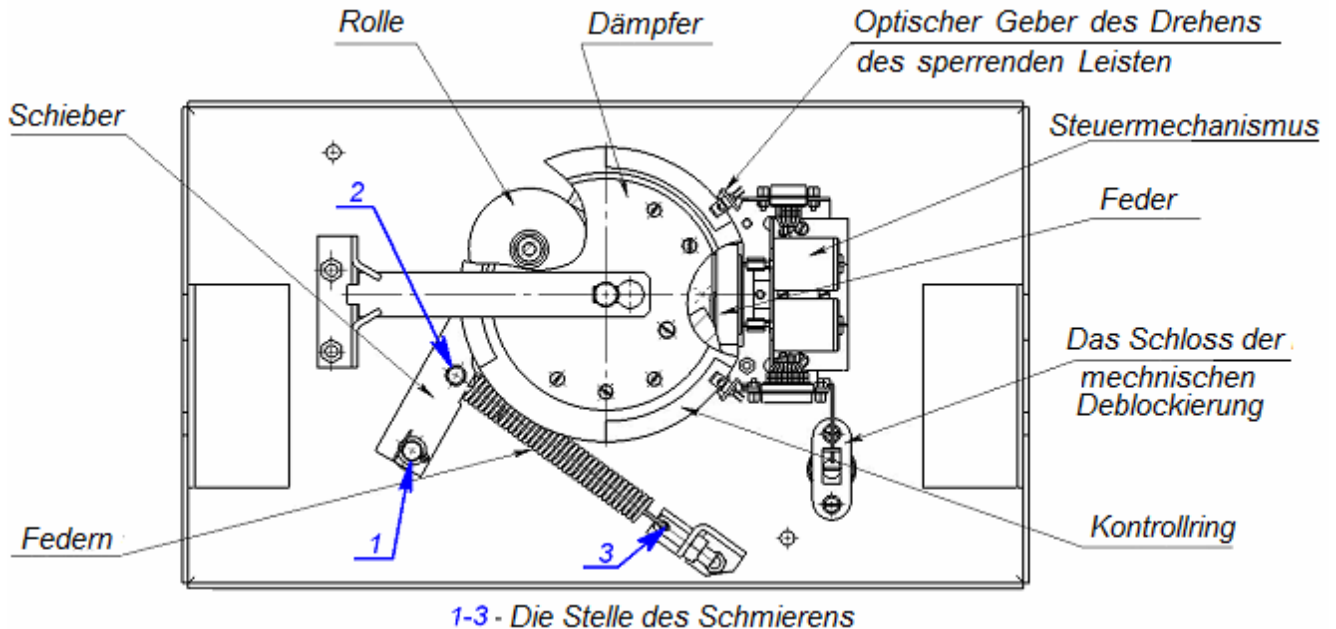

Abbildung 14. Die Anordnung von Innenteilen und der Knoten des Drehkreuzfußes
2. Nehmen Sie den Deckel (3) ab, in der Reihenfolge, die im Abt. 6 gegeben ist, legen Sie den Deckel auf die ebene standfeste Oberfläche.
3. Schauen Sie die Einrichtung des Nachdrehens (der Schieber, die Federn und die Rolle), die optischen Sensoren der Wendung der sperrenden Leisten und die dämpfende Einrichtung an (siehe die Abb. 14).
5. Schmieren Sie Friktionseinheiten der Nachkurvenanlage mit Maschinenschmieröl. Lassen Sie das Treffen des Schmierens auf die Oberfläche des Kontrolldiscrings und auf die Rolle nicht zu. Das Schmieren erzeugen Sie in den folgenden Punkten (siehe die Abb. 14):
- die Mechanismen der Geheimhaltung des Schlosses der mechanischen Deblockierung (7) und des Schlosses des Deckels (4) von der Seite des Schlüsselloches.
7. Prüfen Sie die Befestigung der sperrenden Leisten (5):
- wenden Sie vom Schraubenzieher die Schraube M4×25 der Befestigung des Deckels (6) ab und nehmen Sie den Deckel ab;
9. Stellen Sie auf die Stelle den Deckel (3) fest.